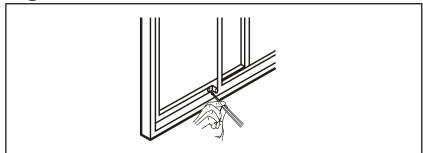

Fig. 22
7. Pentru a fixa geamul culisant, prindeți un dispozitiv de blocare a canatului cu un șurub de 1/2" (12,7mm) exact ca în imagine (Fig. 22).